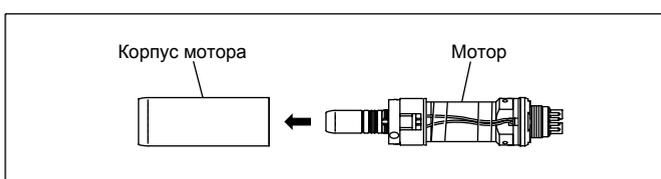

Рис.5
(2) Как заменить уплотнительное кольцо корпуса мотора.
- 1 Для отсоединения мотора от шнура открутите и отделите разъем шнура, затем аккуратно вытяните мотор (См. п. 2. (2) Разъединение).
- 2 Просто вытащите корпус мотора. (Рис. 5)